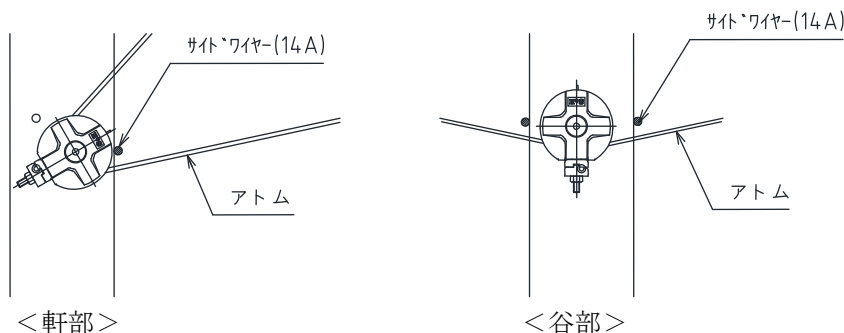

図 13
(図13)
- ・アトム（駆動ワイヤー）から1cm程度上に配置して下さい。(図13)